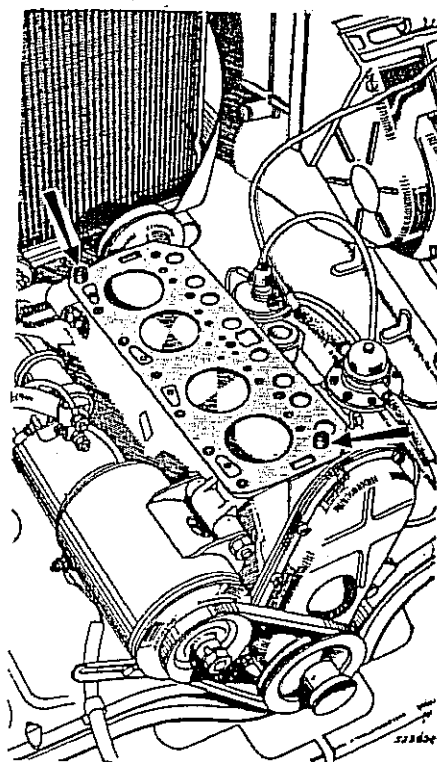

Fig. 57
- 2) Instalar en el block de cilindros, dos espigas de guía para permitir la correcta instalación de la tapa (Fig. 57).